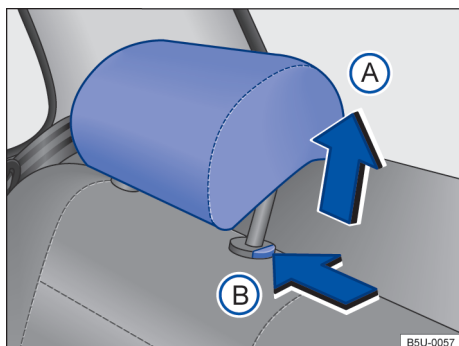

Fig. 62 Apoios para cabeça traseiros: desinstalar.
- Pressionar o botão → Fig. 62  no sentido da seta. Retirar o apoio para cabeça com o botão pressionado.
- Empurrar o apoio para cabeça para baixo com o botão → Fig. 62  pressionado.